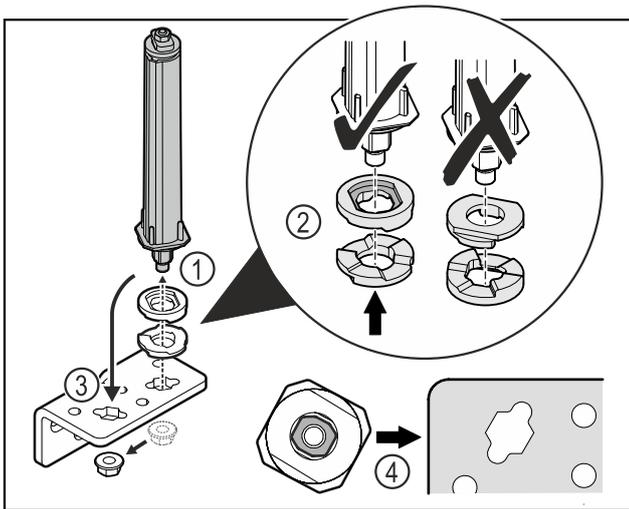

Fig. 37
- ▶ Afloje la tuerca y retire el sistema de cierre Fig. 37 (1).
- ▶ Asegúrese de la correcta alineación de los discos de ajuste de altura Fig. 37 (2).
- ▶ Vuelva a colocar el sistema de cierre de la puerta en el ángulo de las bisagras y fíjelo con la tuerca Fig. 37 (3).
- ▶ Al colocarlo, asegúrese de que esté correctamente alineado Fig. 37 (4).